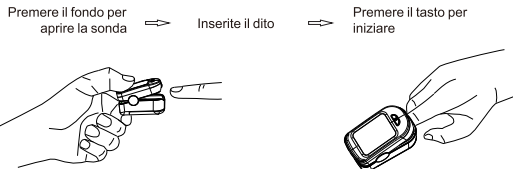

Figura 4 Guida all'utilizzo
- Tenere l'ossimetro con il display rivolto verso di s , far scorrere il dito nella sonda di apertura del dispositivo, come mostrato di seguito (Figura 4), fino a quando la punta del dito ha toccato la guida di arresto integrata. Per i migliori risultati, assicurarsi che il dito sia centrato nella guida per le dita.